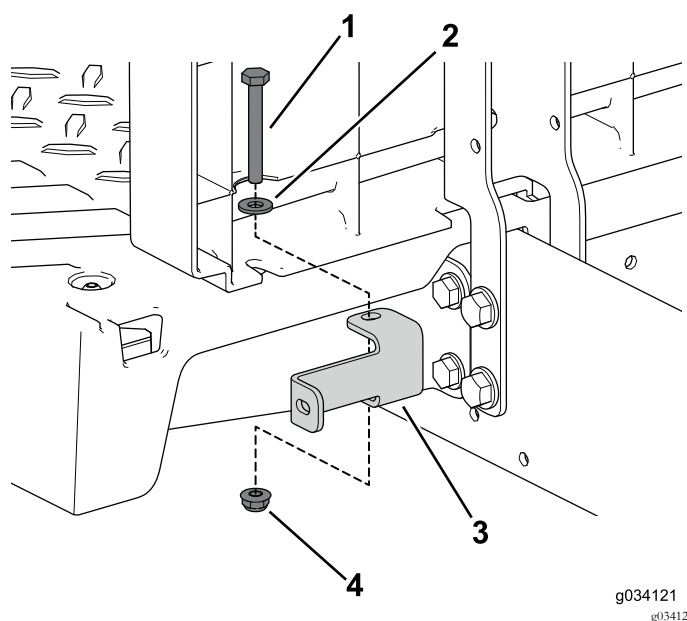

Figura 41
6. Utilize os dois parafusos flangeados (1/4 x 2 pol.), anilha e porca de bloqueio para prender o suporte do painel esquerdo e direito à máquina (Figura 41).
7. Utilize os dois parafusos flangeados (1/4 x 2 pol.), anilha e porca de bloqueio para prender o suporte do painel esquerdo e direito à máquina (Figura 41).